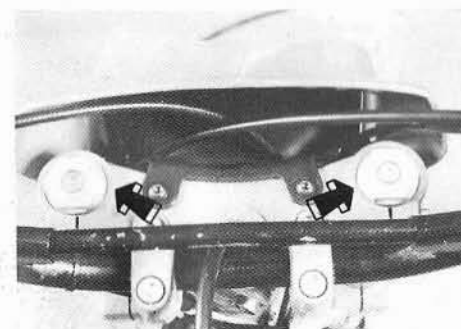

Fig. 23 - Tappi forcella.
- Smontare i tappi forcella (Fig. 23).